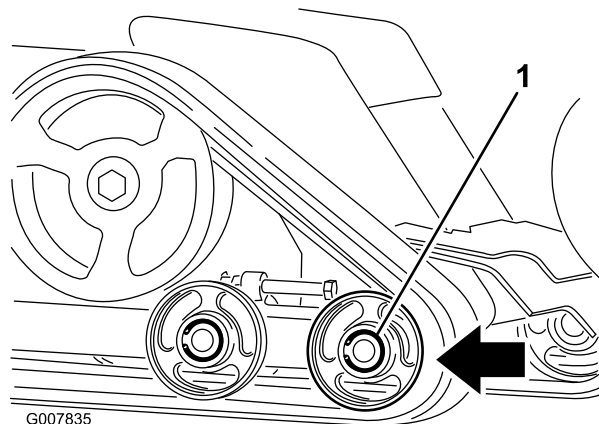

Figura 46
6. Empuje la rueda de rodaje delantera todo lo posible hacia atrás (Figura 46).
8. Una vez retirada la oruga de la rueda de rodaje, retírela de la máquina (Figura 46).
9. Empezando en la rueda motriz, pase la oruga nueva alrededor de dicha rueda, asegurándose de que los dientes de la oruga encajen entre los espaciadores de la rueda (Figura 46).
10. Introduzca la oruga por debajo y entre las ruedas de rodaje trasera y central (Figura 46).